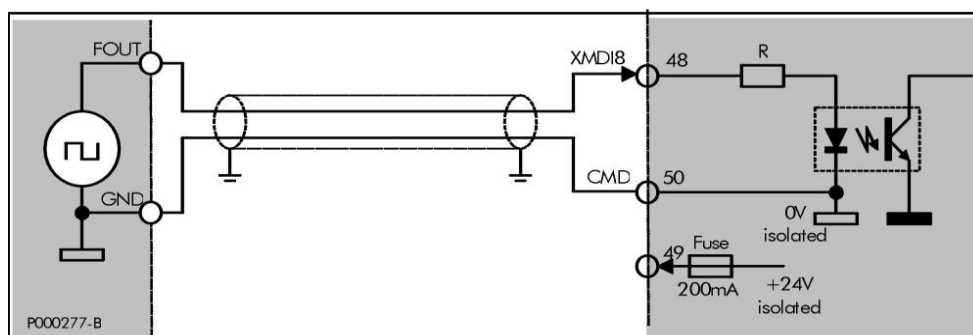

Figura 126: Segnale fornito da una uscita in frequenza Push-pull a 24V
Il segnale deve essere fornito da una uscita Push-pull a 24V con riferimento comune al morsetto CMD (50) come mostrato in Figura 126.